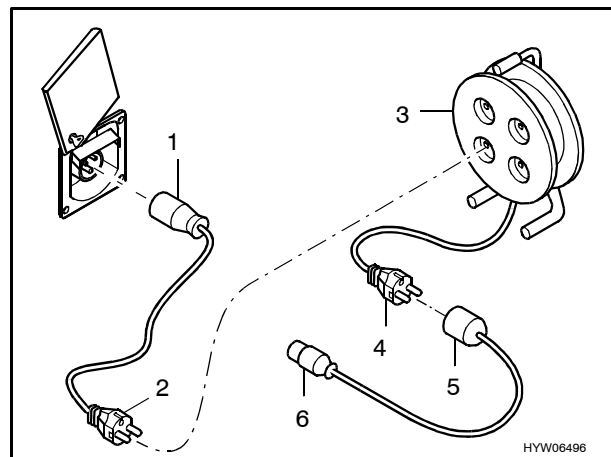

Bild 61 Anschlussmöglichkeiten 230-V-Anschluss
- Abdeckung nach oben kippen (Bild 61).
CEE 17 Anschlusskupplung mit Schutzkontakt (Bild 61,1) – Stecker mit Schutzkontakt (Bild 61,2).
Steckdose mit Schutzkontakt (Bild 61,3) – Stecker mit Schutzkontakt (Bild 61,4).
Anschlusskupplung mit Schutzkontakt (Bild 61,5) – CEE 17 Stecker mit Schutzkontakt (Bild 61,6).